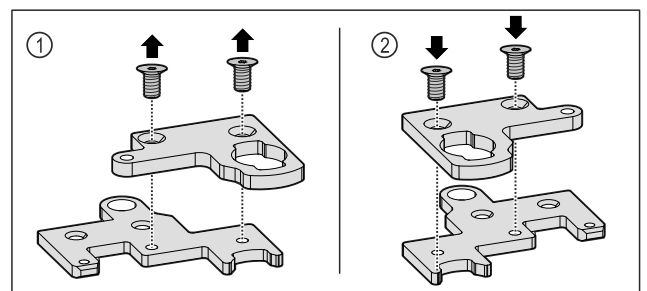

Fig. 34
- Disassemblare l'angolo della cerniera composto da due elementi. Fig. 34 (1)
- Ruotare l'angolo della cerniera composto da due elementi di 180° e rimontarlo. Fig. 34 (2)